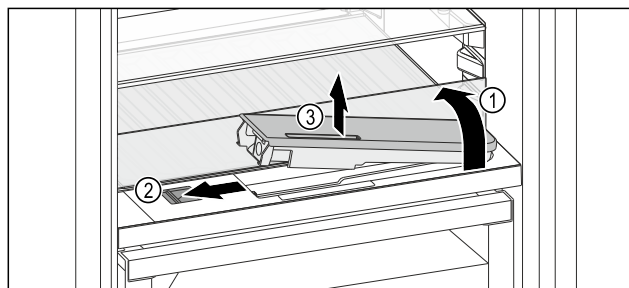

Fig. 124
- ▶ 抬起玻璃隔板，将其向后翻转至止挡 Fig. 124 (1)。
- ▶ 向左推滑块 Fig. 124 (2)。
- ▶ 取出水箱 Fig. 124 (3)。